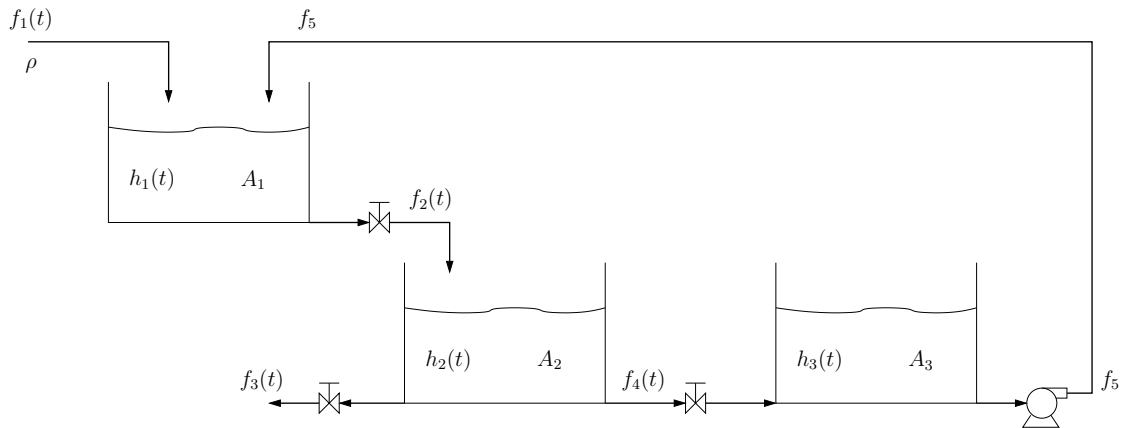

Figura 9: Tanques de nível em série.
9. Desenvolva o modelo matemático para o sistema de tanques mostrados na Figura 9. As densidade do fluido ρ é constante e são conhecidas as áreas dos tanques A_1 , A_2 e A_3 . O fluxo da bomba, f_5 , é contante e independe do nível $h_3(t)$. O fluxo $f_1(t)$ é determinado pelo ambiente externo. Os demais fluxos, $f_2(t)$, $f_3(t)$ e $f_4(t)$, são proporcionais às correspondentes pressões hidrostáticas da coluna de líquido (considere os coeficientes de vazão C_{v_2} , C_{v_3} e C_{v_4} para as válvulas respectivas aos fluxos $f_2(t)$, $f_3(t)$ e $f_4(t)$). Apresente a função de transferência relacionando o nível $H_3(s)$ com o fluxo de entrada $F_1(s)$.